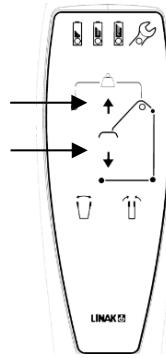

Fig. 1.6G
6. Før første gang brug og efter hver service skal kontrolboksen nulstilles. Tryk op/ned-knapperne samtidigt på håndbetjeningen (fig. 1.6G). Se afsnit 3.1 – Brug af kontrolboksen.